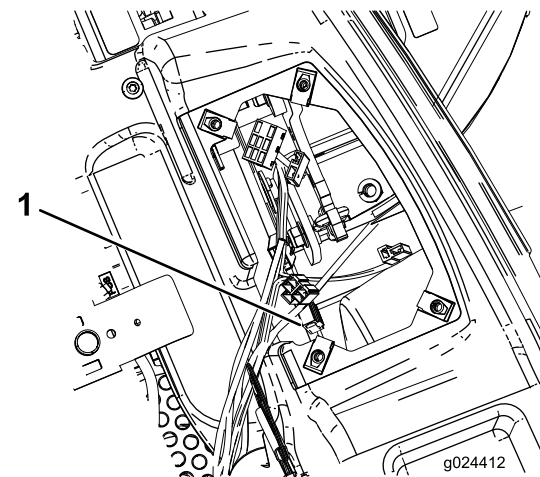

Figure 44
3. Tirez le fusible du moteur bien droit hors du porte-fusibles (Figure 44).